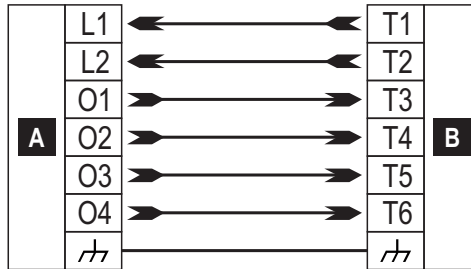

Figura 7 – Ejemplo de diagrama de cableado para gestionar el panel de control **Kyo320** a través de la aplicación **ConnectAlarm**.
- **Kyo320:** las opciones de entrada y salida se configuran para gestionar el panel de control **Kyo320**. El panel de control puede conectarse al comunicador como se muestra en la figura 7.